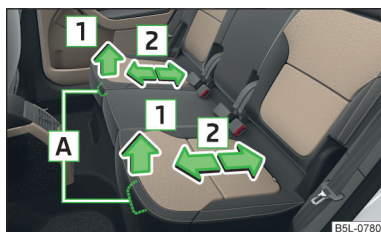

Fig. 60
- Trageți maneta **A** în sensul săgeții **1** și împingeți scaunul în direcția dorită, în sensul săgeții **2** » fig. 60.
- Împingeți scaunele laterale din spate cât mai mult posibil spre înapoi » **fig. 60 la pagina 73**.